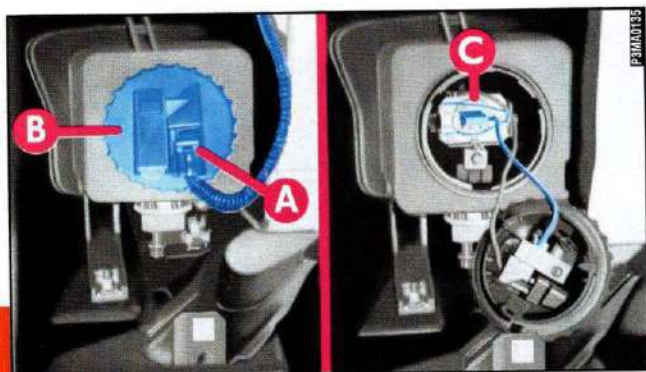

fig. 22
3) Sfilare il connettore premendo la linguetta **A**-fig. 22.